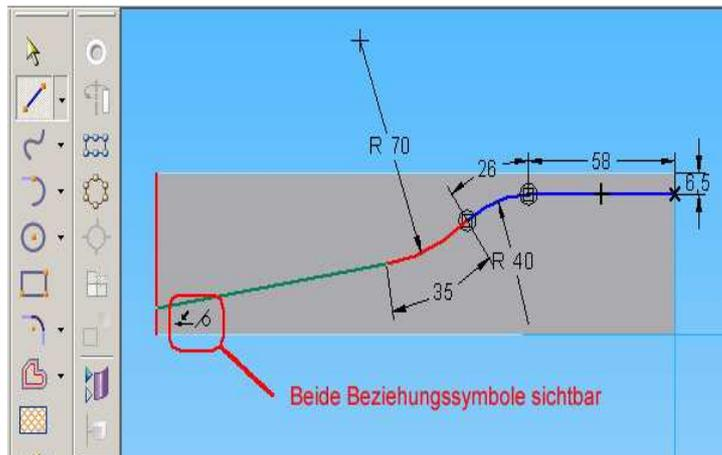

Abb. 23 Zeichnen der zweiten Linie
18. Zeichnen Sie eine tangential anschließende zweite **Linie** vom zweiten Tangentebogen bis zur vorderen Kante des Körpers. Zum Abschluss der Linie dürfen Sie erst klicken, wenn beide Beziehungssymbole sichtbar sind. (Abb. 23) Diesen Punkt werden sie nur dann an der richtigen Stelle